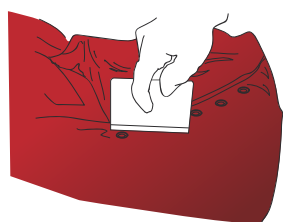

Figure 18
- › Faire le tour du rivet avec la raclette (FIG. 18) ou le pouce et piquer 2, 3 fois à l'aide d'une aiguille le rivet de façon à ce que l'air s'échappe.